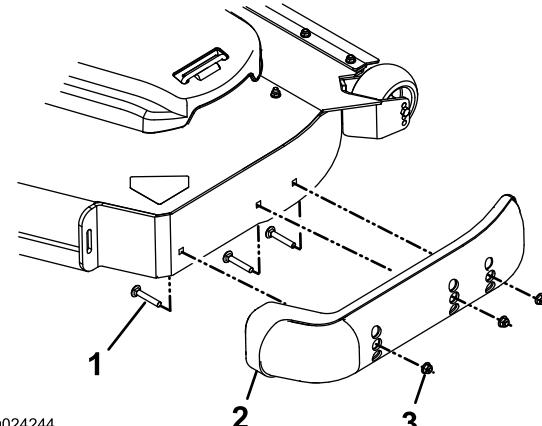

Figure 30
- Retirez les boulons de carrosserie et les écrous de chaque patin (Figure 30).